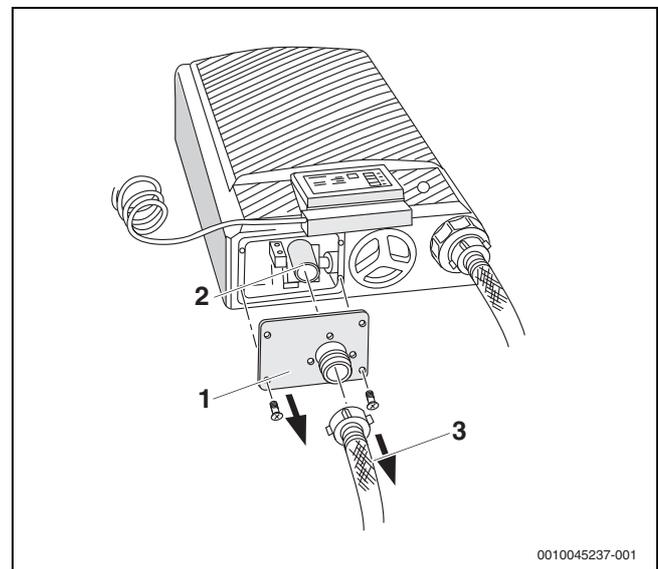

Bild 11 Deckel des Pumpengehäuses abnehmen
- ▶ Ablaufschlauch AKO (→ Bild 11, [3]) abschrauben.
- ▶ Schrauben aus dem Deckel des Pumpengehäuses (→ Bild 11, [1]) herausschrauben und Deckel abnehmen. Deckel wird nicht mehr benötigt.
- ▶ Schlauchschelle am Pumpenstutzen (→ Bild 11, [2]) lösen und Anschlusschlauch (hinter dem Deckel des Pumpengehäuses aufgesteckt) abziehen.